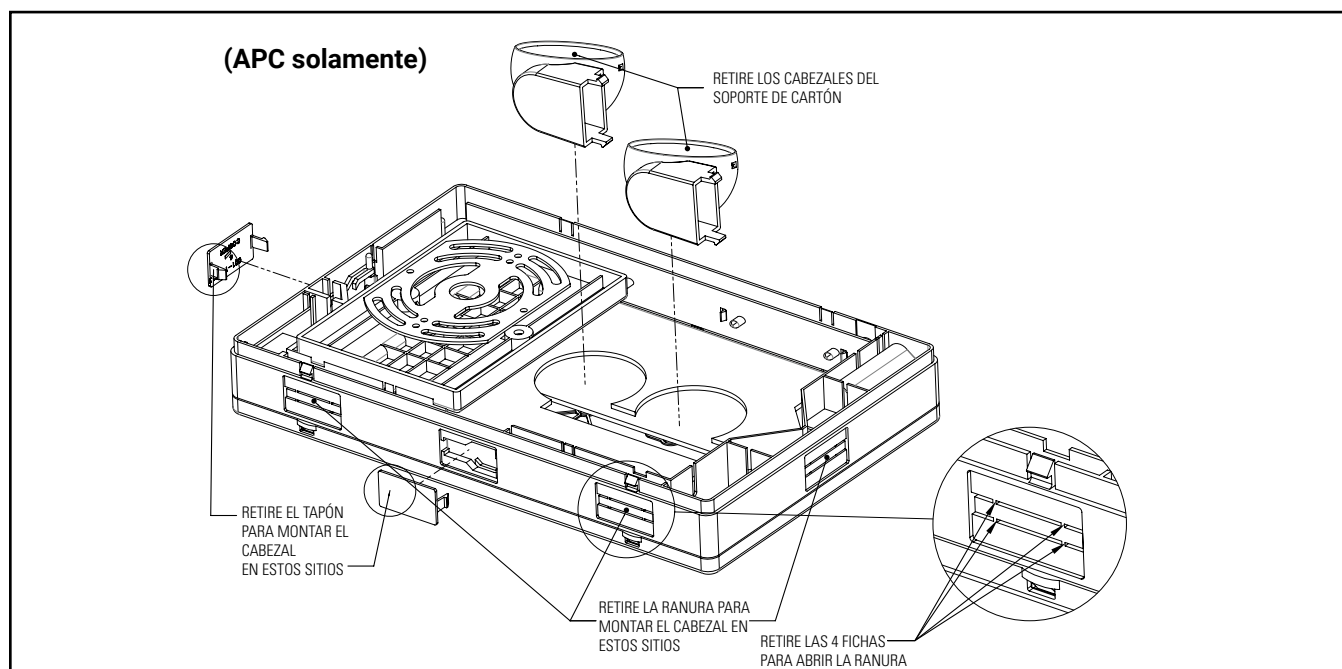

Figura 2
4. Seleccione las ubicaciones de montaje de los cabezales. Retire los tapones de los orificios o las cubiertas de las ranuras correspondientes. Ver Figura 2.